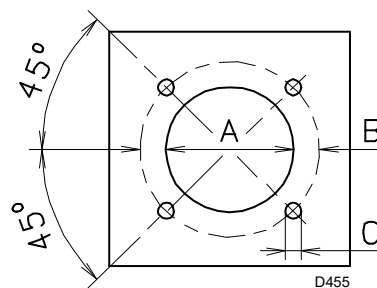

Fig. 13
Forare la piastra di chiusura della camera di combustione come in Fig. 13. La posizione dei fori filettati può essere tracciata utilizzando lo schermo termico a corredo del bruciatore.
- ▶ Infilare tutto il bruciatore sul foro caldaia, precedentemente predisposto (Fig. 13), e fissare con le viti date a corredo.